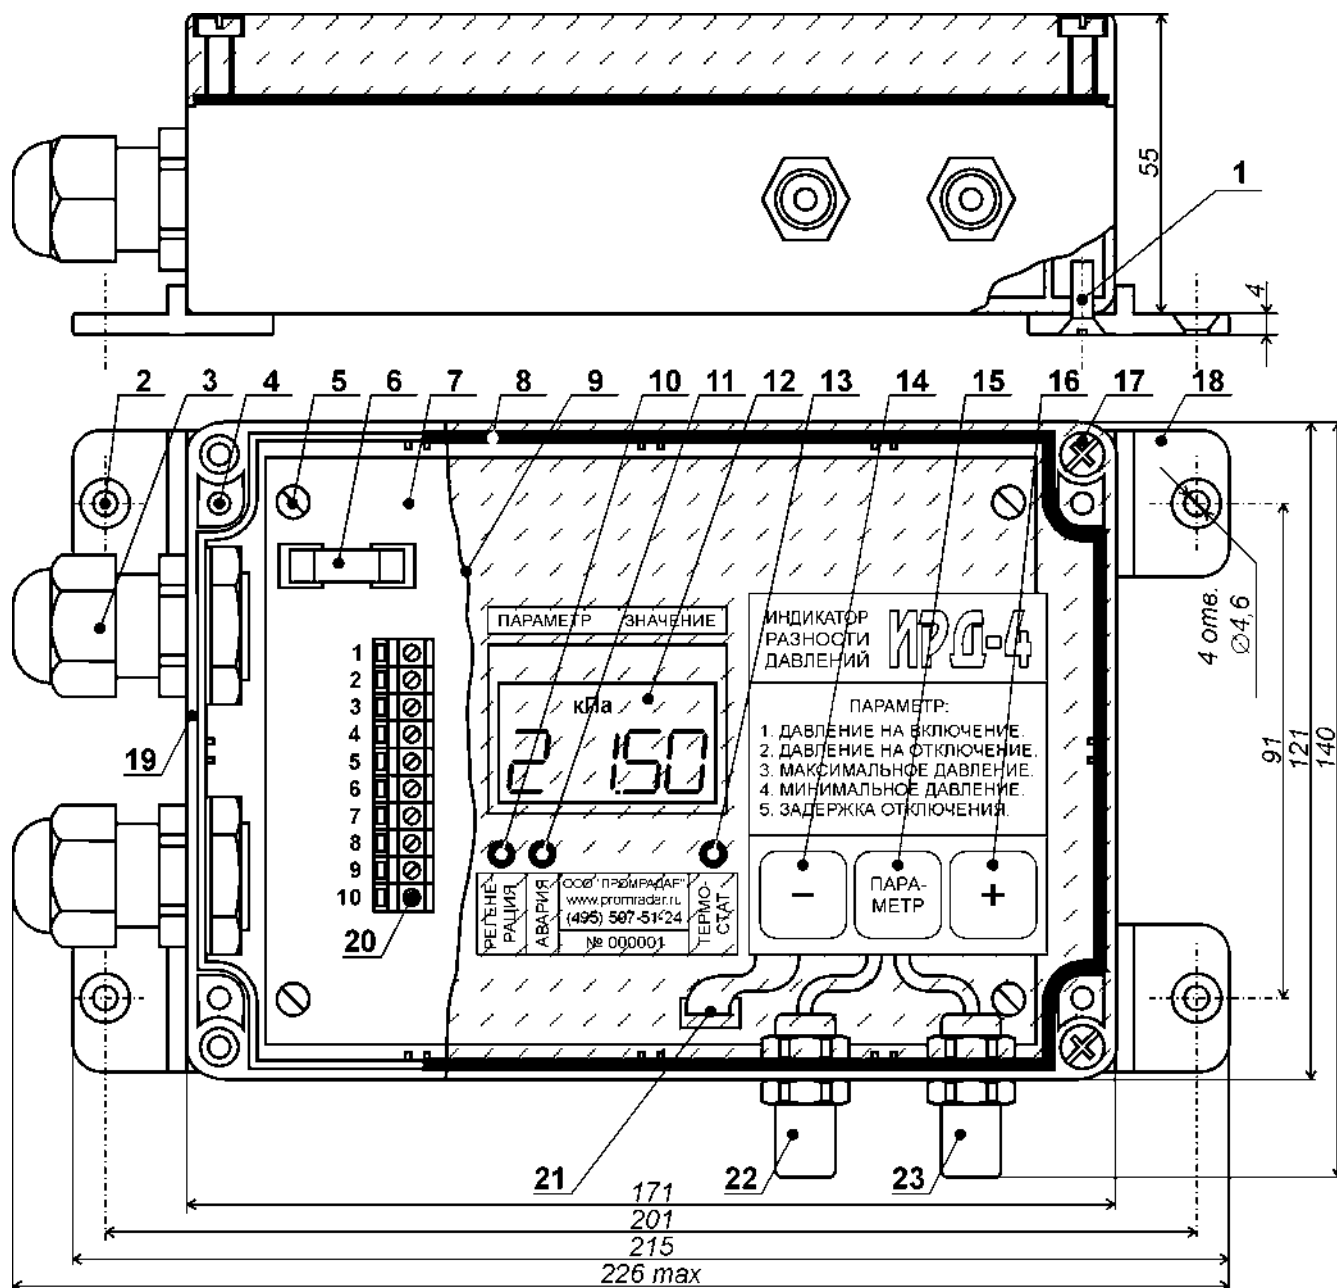
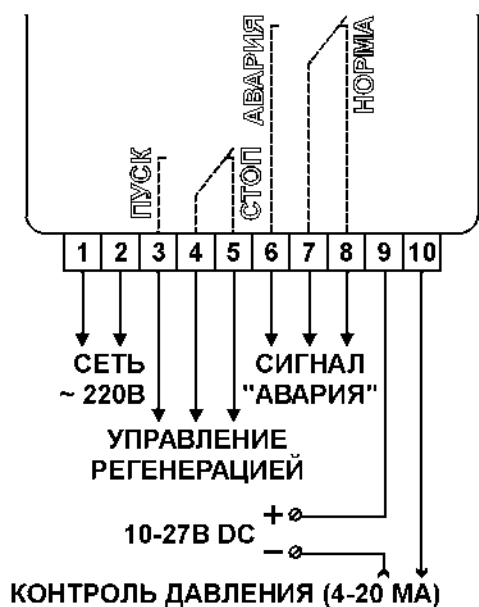

Рис. 1. Конструкция прибора ИРД-4.
Рис. 2. Схема электрического подключения прибора ИРД-4.
Конструкция прибора показана на рис. 1.
6.2. Прибор крепится четырьмя винтами с резьбой М4 или саморезами диаметром до 4,5 мм. Крепёжные винты (саморезы) вставляются в предназначенные для этого отверстия [рис. 1, поз. 2].
6.3. На входной и выходной воздухоходы фильтра устанавливаются присоединительные штуцера, которые отрезками пневмотрубки соединяются с соответствующими штуцерами «Воздух до фильтра» [рис. 1, поз. 22] и «Воздух после фильтра» [рис. 1, поз. 23]. Штуцера и пневмотрубки входят в комплект поставки прибора.
6.4. К внутренней стороне крышки прибора приклеены плоские сенсорные кнопки, которые соединяются с печатной платой шлейфом из гибких проводников. Поэтому перед снятием крышки необходимо, аккуратно подняв и удерживая её, осторожно потянуть за разъём [рис. 1, поз. 21] и отсоединить указанный шлейф от печатной платы.
6.6. Схема электрического подключения прибора приведена на рис. 2. Контакты выходных электромагнитных реле показаны в тех положениях, в которых они находятся при снятии с прибора напряжения питания.
6.10. Для удалённого контроля дифференциального давления между клеммами 9 и 10, согласно рис. 2, соблюдая полярность, последовательно подключаются источник постоянным напряжением от 10 до 27 В и миллиамперметр (либо вход контроллера, рассчитанный на приём токового сигнала диапазона 4 – 20 мА).
7.1. При подаче на прибор напряжения питания три правых разряда жидкокристаллического индикатора [рис. 1, поз. 12] (далее именуемого «ЖКИ») отображают перепад давлений воздуха на входе и выходе фильтра (от 0.00 до 4.00 кПа). При прогреве встроенного датчика дифференциального давления до рабочей температуры светодиод «Термостат» [рис. 1, поз. 13] горит красным цветом. Изменение цвета свечения с красного на зелёный означает, что погрешность индикации давления не превышает $\pm 1,5\%$.
7.2. Прикосновение к сенсорной кнопке «Параметр» [рис. 1, поз. 15] переводит прибор в режим ввода уставок. При этом левый разряд ЖКИ показывает номер регулируемого параметра, а три правых разряда – его значение. Значение параметра можно изменить кнопками «-» [рис. 1, поз. 14] и «+» [рис. 1, поз. 16], а переход к регулировке следующего параметра производится прикосновением к кнопке «Параметр». Список регулируемых параметров приведён в табл. 1.
7.4. Если дифференциальное давление меньше давления на включение, то прибор находится в режиме ожидания и светодиод «Регенерация» [рис. 1, поз. 10] не горит. В противном случае прибор включает указанный светодиод и переводит контакты реле управления регенерацией в положение «ПУСК» (рис. 2). Если порог на включение составляет 0,00 кПа, то контакты реле будут непрерывно находиться в этом положении.
7.6. Светодиод «Авария» загорается красным цветом, если дифференциальное давление вышло за пределы диапазона между заранее заданными аварийно-низким и аварийно-высоким значениями. Если воздухопроводы, подходящие к штуцерам прибора [рис. 1, поз. 22 и 23], надёжно зафиксированы, не забиты пылью и герметичны, то причинами аварии могут быть, например, разрушение одного или нескольких фильтровальных элементов, либо неэффективная работа системы регенерации, которую следует проверить и, при необходимости, настроить.
- аккуратно подняв крышку на высоту примерно 2 см над корпусом и удерживая её в этом положении, осторожно потянуть за разъём [рис. 1, поз. 21], отсоединив гибкий шлейф проводов от печатной платы прибора [рис. 1, поз. 7].
9.1. Свечение светодиода «Авария» [рис. 1, поз. 11] не является признаком неисправности прибора. Оно свидетельствует о возможной аварии фильтра или системы его очистки (см. п. 7.6.).
9.2. Если при подаче сетевого напряжения на прибор перегорает предохранитель [рис. 1, поз. 6], следует убедиться, что напряжение на клеммах 1 и 2 составляет от 187 до 242 В переменного тока частотой 49 – 51 Гц, а затем заменить предохранитель, предварительно отключив прибор от сети. При повторном перегорании предохранителя следует направить прибор предприятию-изготовителю для проведения ремонта.
9.3. Если прибор не реагирует на прикосновения к сенсорным кнопкам [рис. 1, поз 14, 15 и 16], то следует провести его техническое обслуживание в соответствии с указаниями раздела 8 настоящего Руководства. Если после этого работоспособность прибора не восстановилась, необходимо направить прибор предприятию-изготовителю для проведения ремонта.